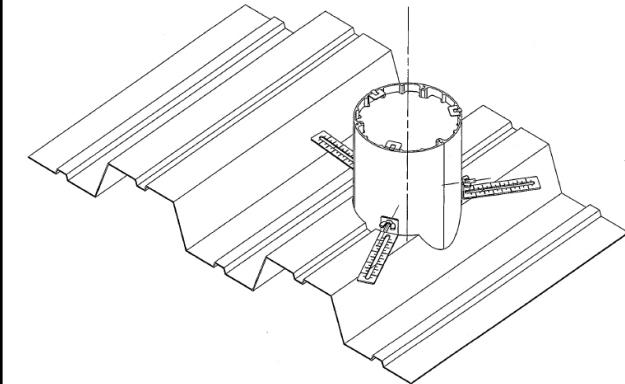

Fig. 8
2. Monter l'ensemble dans l'ouverture ainsi ménagée, consulter la Fig. 8. S'assurer que l'ensemble est de niveau avec le plancher. Fixer au plancher avec des vis à tôle (non fournies).
2. Instalar el conjunto en el agujero según la Fig. 8. Comprobar que el conjunto esté instalado de manera vertical. Fijar a la base con tornillos para chapa de metal (no provistos).